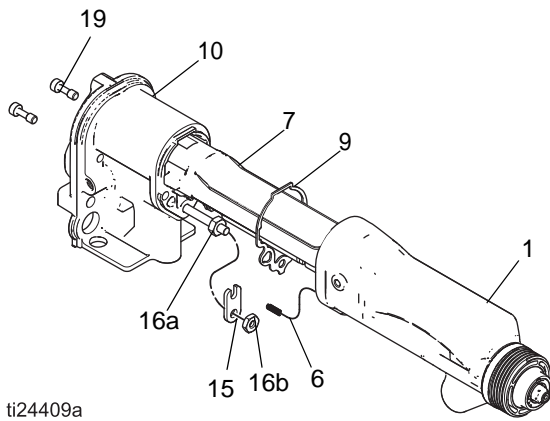

FIG. 36. Namlunun Monte Edilmesi
Bkz. FIGURE 36
3. İki vidayı (19) gevşetin. Bkz. FIGURE 36.
4. Tabanca gövdesini (10) bir elinizle tutun ve namluyu (1) çabucak gövdeden çekin. Bkz. FIGURE 36.